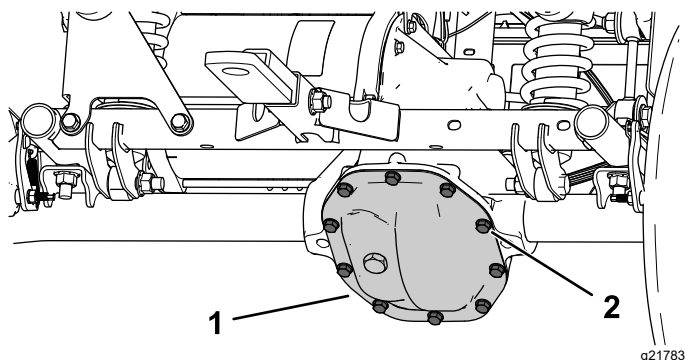

Figura 50
1. Alinai o tavă de golire sub capacul transmisiei (Figura 50).
2. Îndepărtai uruburile de pe capacul transmisiei i golii complet lichidul (Figura 50).